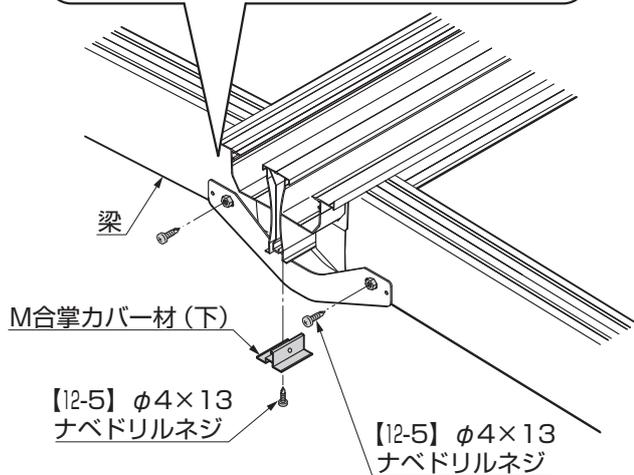

図2-2
- ②M合掌棟木を46mmカットしてください。
- ③合掌棟木を前杵と前杵の間に乗せてM合掌カバーで固定してください。(図2-2参照)